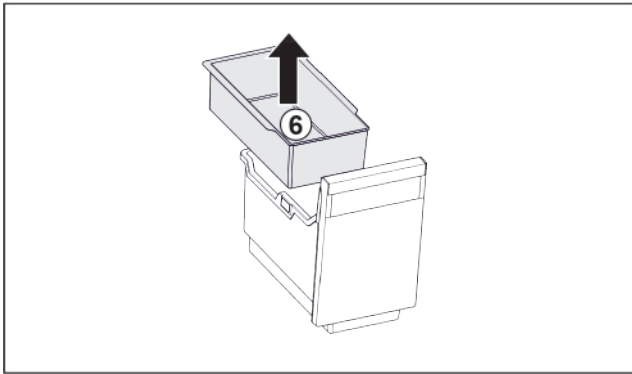

Fig. 24
- ▶ Вийняти підвісний лоток Fig. 24 (6).